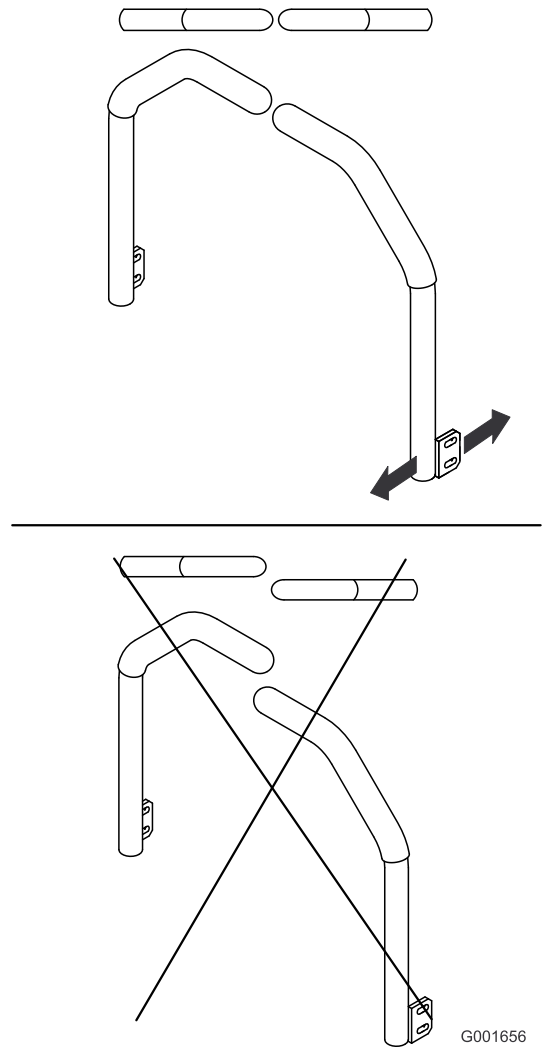

Figure 62
5. Réglez les leviers de commande de sorte à les aligner et serrez les boulons de fixation des leviers aux montants (Figure 62).